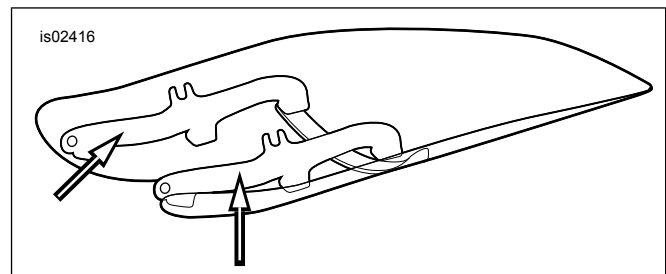

Figure 1. Mga Mounting Bracket sa Windshield
1. Tingnan ang Figure 1 . Ilagay ang windshield sub-assembly at ilapag nang nakadapa sa isang malinis at malambot na ibabaw, kung saan ang mga pangmount na bracket ay nakaharap pataas.